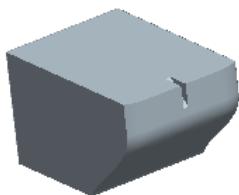
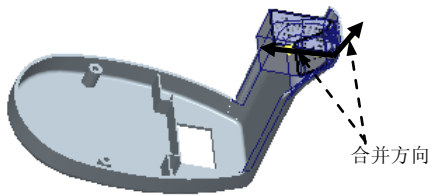

图 26.19 合并面组
图 26.20 合并方向
Step2. 将上步创建的复制 2 与拉伸 1 进行合并，如图 26.19 所示（为便于查看合并面组，将参考模型遮蔽）。
- (1) 按住 Ctrl 键，选取复制 2 与拉伸 1。
- (2) 单击 **分型面** 功能选项卡 **编辑** 区域中的 按钮，系统弹出“合并”操控板。
- (3) 调整合并面组的方向，如图 26.20 所示。
- (4) 在“合并”操控板中单击 按钮。
- (5) 在“分型面”选项卡中单击“确定”按钮 ，完成分型面的创建。